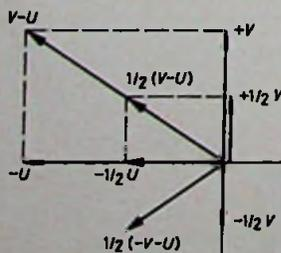

Bild 5. Farbzeiger des „PHASE“-Signals des „PM 5508“
Bildschirm erscheinen sie von links nach rechts in den Farben Orange-Gelblich, Gelblich-Grün, Rosa, Grau. Der obere Teil eines jeden Balkens wird als korrektes PAL-Signal in der obigen Reihenfolge (Bild 5) mit dem Chrominanzwert  $\frac{1}{2} (+V-U)$ ,  $-\frac{1}{2} U$ ,  $\pm \frac{1}{2} V$ , 0 gesendet. Der untere Teil der Balken setzt sich zusammen aus abwechselnd einer Zeile V-U, -U, +V, 0 und einer Grauzeile. Bei fehlerhafter Einstellung der Farbträgerphase werden die oberen Balkenteile nur etwas entsättigt, nicht jedoch in der Farbart verfälscht, da den Synchrongleichrichtern vom PAL-Speicher nach Farbachsen vorsortierte Signale geliefert werden. Anders ist es in den unteren Balkenteilen. An den Eingängen der Addier-(5) beziehungsweise Subtrahierstufe (6) steht in jeder Zeile nur entweder ein direktes oder ein verzögertes Farbsignal zur Verfügung. Diese Stufen können also ihre eigentliche Aufgabe, nach Farbachsen vorzusortieren, nicht mehr erfüllen. Es sei nochmals wiederholt, daß das Verständnis des Gemisches aus Farb- und Grauzeilen sehr wichtig ist: Wenn eine Grauzeile einläuft, kann keine Farbinformation auf direktem Wege zu den Addierstufen (5) und (6) gelangen; der noch gefüllte Farbspeicher (2) liefert jedoch ein korrektes Farbsignal an diese Stufen (5) und (6). Die folgende Farbzeile gelangt zwar direkt an die Addierstufen, jedoch ist der Farbspeicher wegen der vorausgegangenen Grauzeile leer. Die Addierstufen (5) und (6) erfüllen nur dann ihre Aufgabe, wenn sie gleichzeitig die nacheinander gesendeten, nach PAL geschalteten Zeilen zugeführt bekommen. Das untere Halbbild des „PHASE“-Prüfsignals wirkt sich so aus, als enthalte der Standard-PAL-Empfänger keinen Speicher: Er verhält sich wie ein Simple-PAL-Empfänger.